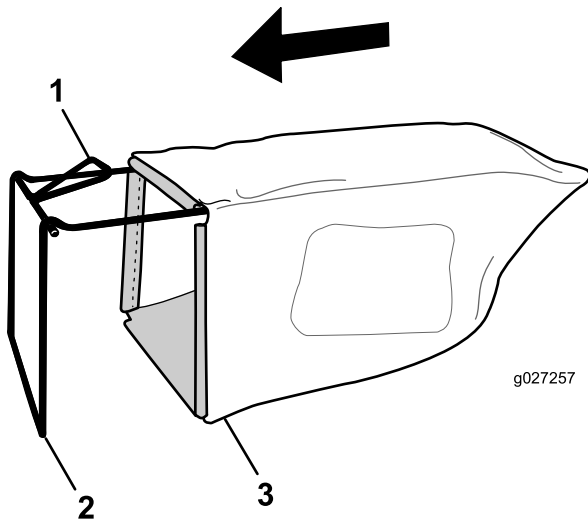

Figura 8
1. Infilate il cesto di raccolta sopra il telaio come illustrato in Figura 8.
Nota: Non infilate il cesto sopra la maniglia (Figura 8).